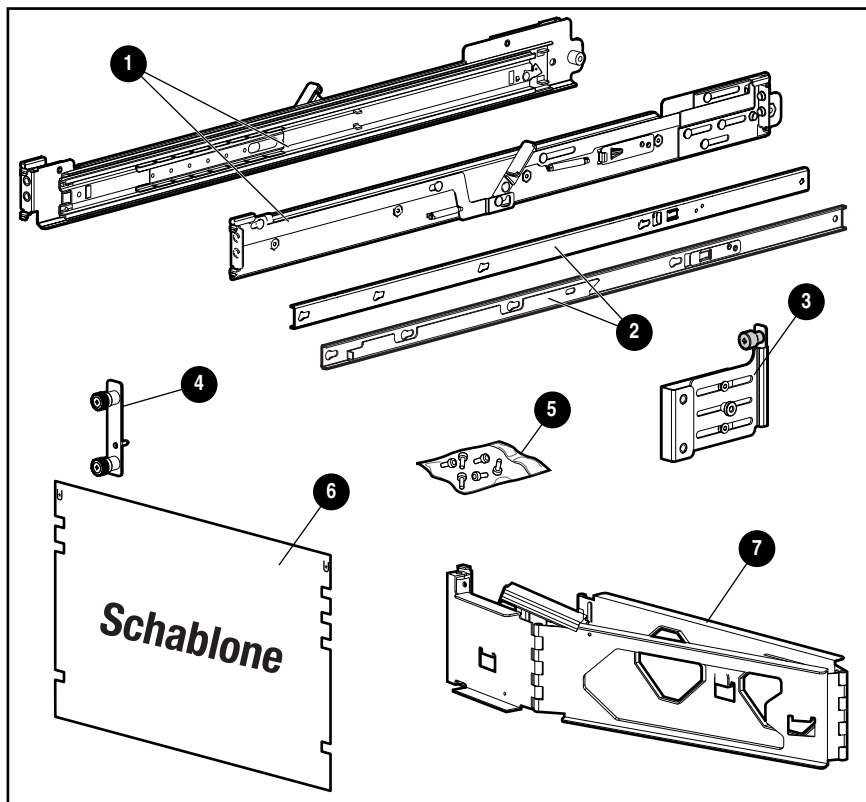

Abbildung 2-2: Befestigungskomponenten für den Rack-Einbau
- Befestigungskomponenten für den Rack-Einbau (Abbildung 2-2 und Tabelle 2-1)